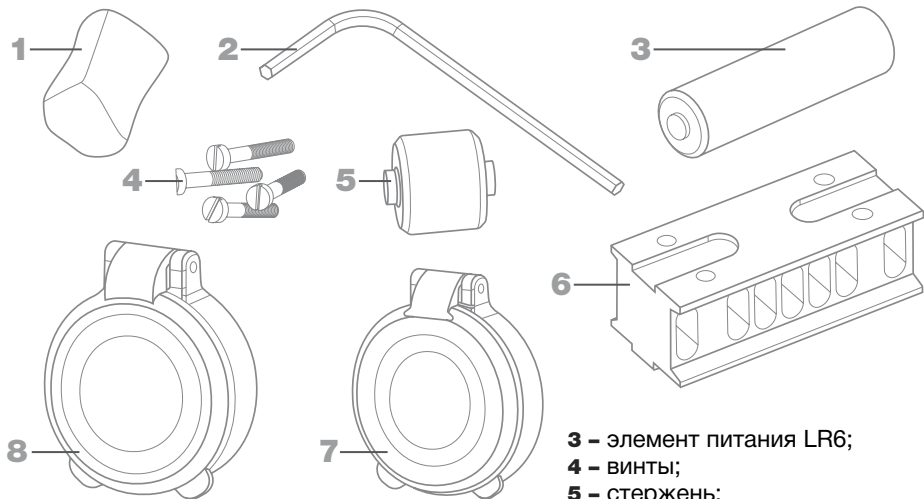

Рисунок 4
1.4.4 В верхней части корпуса 2 (рисунок 1) расположен батарейный отсек 5, закрытый крышкой 7. Во избежание утери крышки 7, она крепится к корпусу 2 прицела с помощью ремня. Батарейный отсек рассчитан на один элемент питания LR6. Если убрать втулку 6 (рисунок 1) и вставить стержень 5 (рисунок 4), то возможно питание прицела от элемента питания типа CR123A.
1.4.6 Согласование оптической оси прицела с осью ствола оружия осуществляется с помощью механизма горизонтальной 11^л (рисунок 1) и вертикальной 3^в выверки. На механизмах выверки установлены колпачки. Механизмы выверки 11^л и 3^в имеют шестигранные отверстия под ключ и фиксированные положения (трещетку). Вращение механизмов выверки возможно с помощью колпачка 12 или ключа 2 (рисунок 4).
1.5.1 Салфетка 1 (рисунок 4) предназначена для чистки наружных поверхностей оптических деталей и чистки контактов батарейного отсека 5 (рисунок 1).
1.5.2 Ключ 2 (рисунок 4) предназначен для вращения винтов механизмов выверки по горизонтали 11 (рисунок 1) и вертикали 3.
1.5.3 Элемент питания LR6 3 (рисунок 4) предназначен для установки в батарейный отсек 5 (рисунок 1).
1.5.4 Винты 4 (рисунок 4) предназначены для крепления пластины 6 на посадочное место прицела.
1.5.6 Пластина 6 (рисунок 4) предназначена для установки прицела на оружие совместно с ночным монокуляром.
1.5.7 Крышки 7, 8 (рисунок 4) предназначены для защиты от пыли и грязи а так же механических повреждений объектива и окулярной части прицела.
- вставить элемент питания LR6 (при использовании элемента питания типа CR123A необходимо убрать втулку 6 (рисунок 1) и вставить стержень 5 (рисунок 4) в батарейный отсек 5 (рисунок 1) знаком « - » наружу, закрыть крышку батарейного отсека 7;
- закрепить пластину 4 и направляющую 5 согласно рисунку 3 на прицеле винтами 4 (рисунок 4);
- если СТП совпала с точкой прицеливания или отклонилась от нее менее чем на 0,8 см, то прицел считается выверенным. В противном случае, необходимо, вращая механизмы выверки 3 , 11  (рисунок 1) ключом 2 (рисунок 4) из комплекта прицела, добиться совмещения СТП с точкой попадания. При повороте механизма выверки на один щелчок СТП смещается на 0,8 см при стрельбе на расстоянии 100 м.